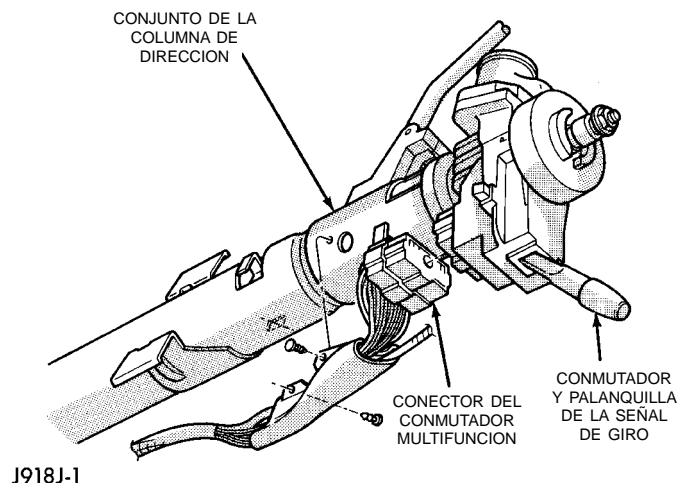

Fig. 14 Conector del conmutador multifunción-característico
- (10) Retire la cubierta inferior de la columna fija.
- (11) Afloje las tuercas del soporte superior de la columna de dirección. No retire las tuercas.
- (12) Mueva la cubierta superior fija de la columna para poder acceder a la parte trasera del conmutador multifunción (Fig. 14).
- (13) Retire los tornillos de instalación de seguridad del conmutador multifunción (se requiere una barrena tipo torx de seguridad TTXR20B2 o un equivalente).